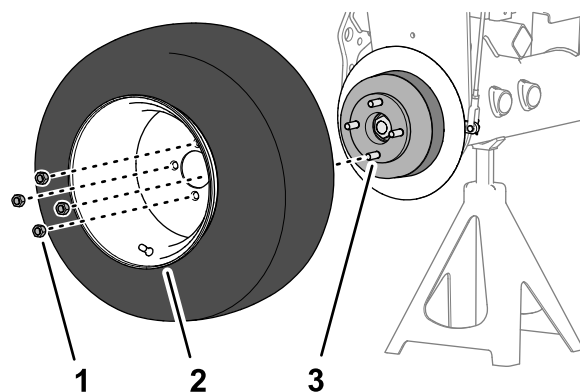

Figura 74
1. Rimuovete i 4 dadi a staffa che fissano la ruota anteriore al mozzo e rimuovete la ruota (Figura 74).